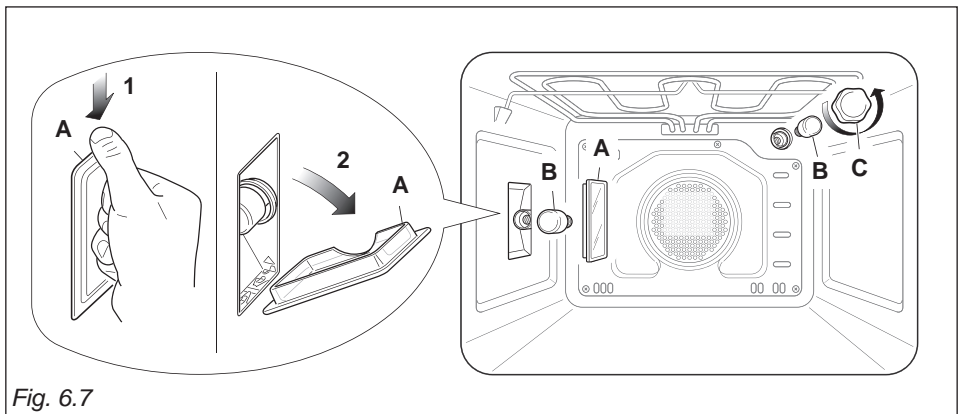

Fig. 6.7
- Tryck lampskyddet "A" ned (Fig. 6.7) och ta bort den genom att vrida den nedåt.
- Avlägsna lampskyddet "C" (Fig. 6.7).